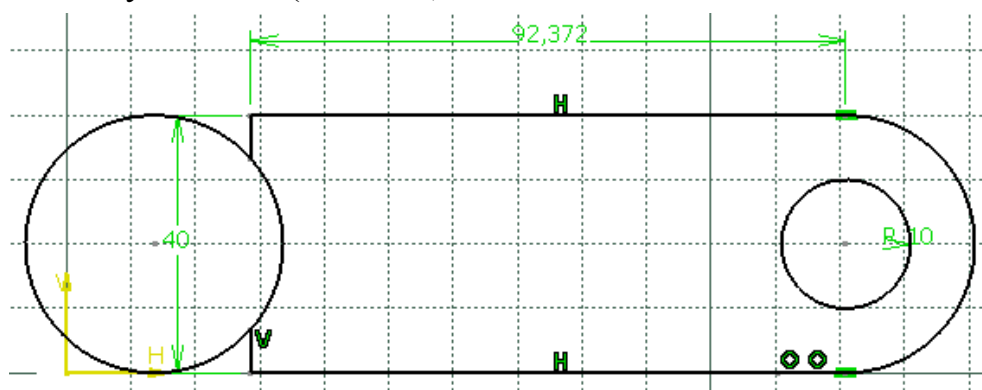

Рис. 111
3) Натиснути "Так" (Рис. 111).